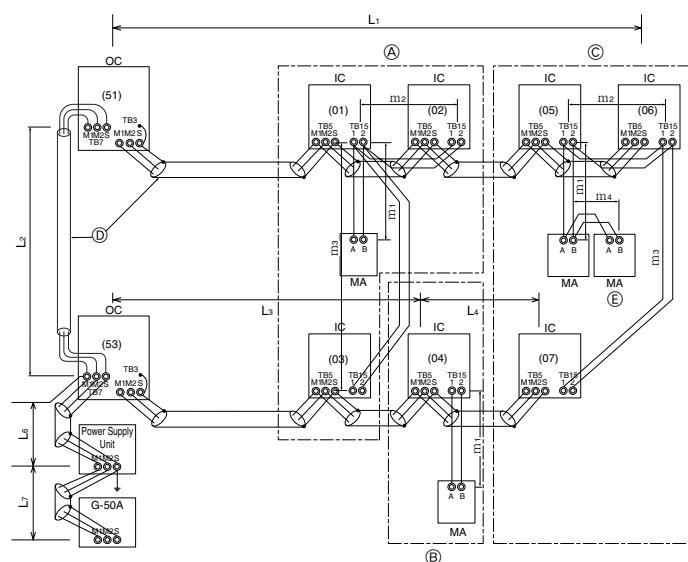

Fig. 6-3
■ Контроллер ДУ “MA” (Fig. 6-3)